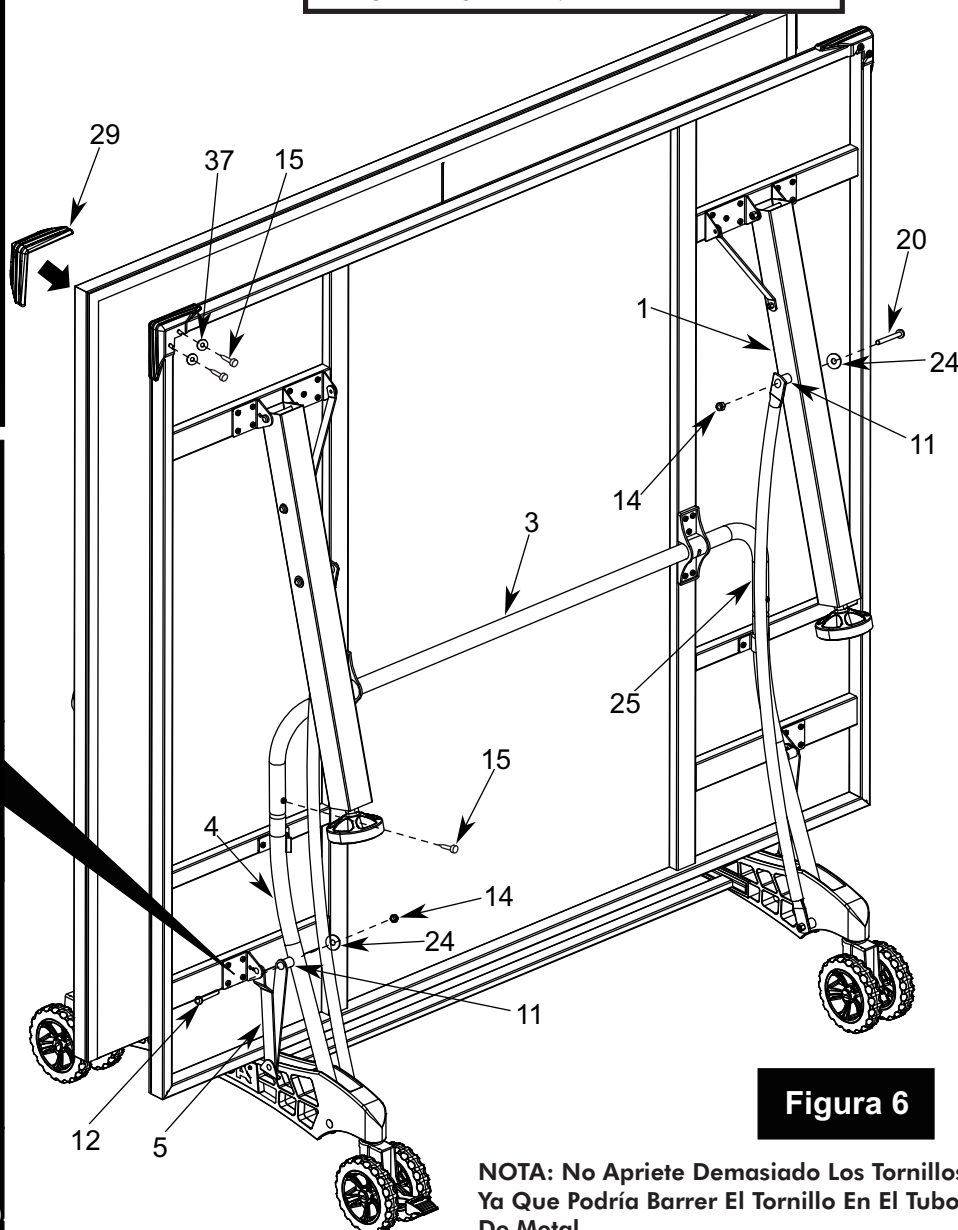

Figura 6
6. A) Atornille el Tubo del Soporte-U (#3) a los Tubos Estructurales (#4) con los dos Tornillos (#15) como se muestra en **Figura 6**.
B) Una las Bisagras Largas (#5) a los Tubos Estructurales (#4) utilizando dos Tornillos (#12), dos Separadores de plástico (#11), dos Rondanas de Plástico (#24) y dos Tuercas de Seguridad (#14) como se muestra en la **FIGURA 6** y **DETALLE C**.
C) Instale los Tubos Conectores (#25) a las Patas Cuadradas (#1) utilizando los dos Tornillos Hexagonales (#20), dos Rondanas de Plástico (#24), dos Separadores de Plástico (#11) y dos Tuercas de Seguridad (#14) como se muestra en la **FIGURA 6**.
D) Instale los dos Protectores de la Esquina (#29) a las esquinas de la mesa utilizando los tornillos (#15) con cuatro Rondanas (#37) como se muestra en la **FIGURA 6**.